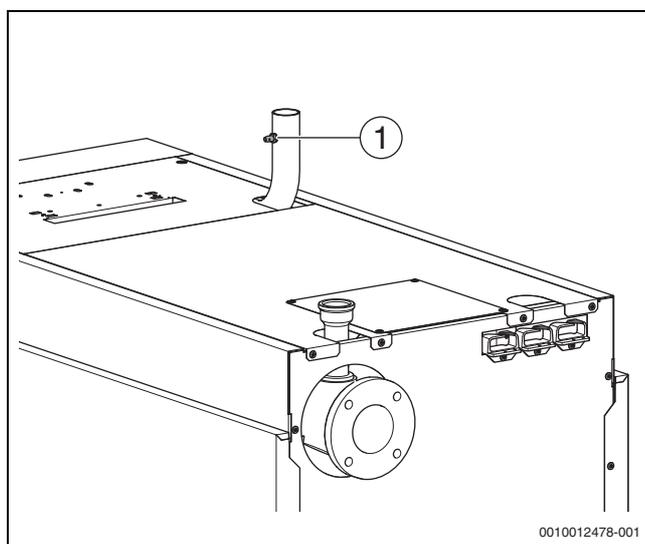

Bild 31 Gasleitung entlüften
- ▶ Verschlusschraube des Prüfnippels (→ Bild 31, [1], Seite 29) für den Gas-Anschlussdruck und Entlüftung um 2 Umdrehungen lösen.